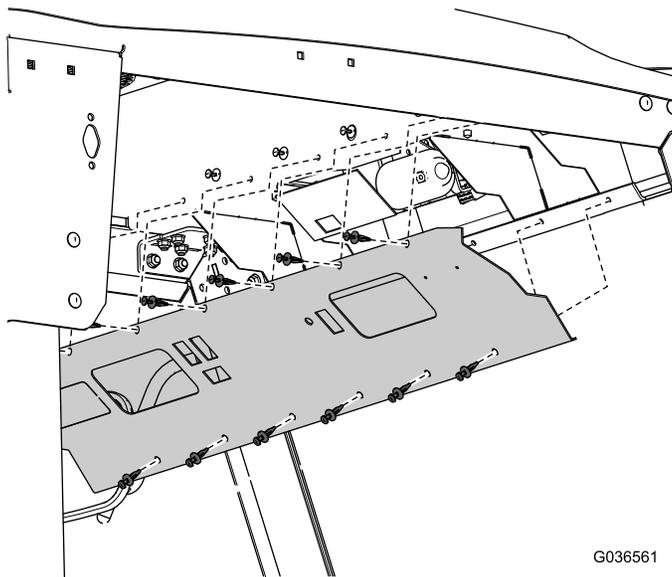

Bild 1
4. Entfernen Sie die Frontabdeckung (Bild 1).